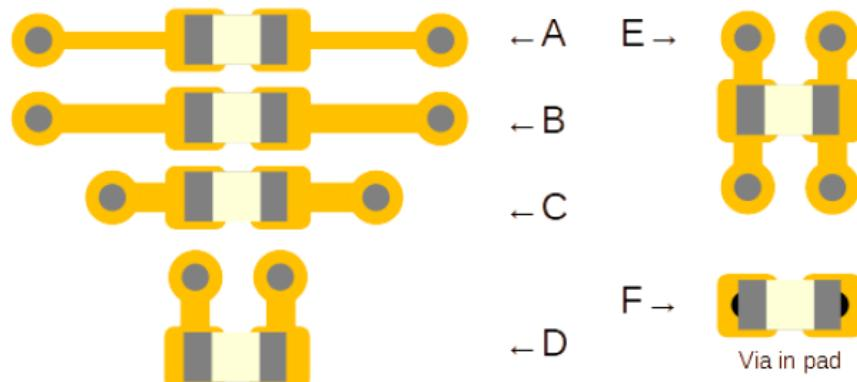

图 4-5 电容与电源层连接关系
6. 电容与内层平面的连接方式如下图所示，从 A 到 F 的布置方式，去耦效果依次递增。电容管脚与电源层之间的过孔数量越多，去耦效果越好，在电容管脚与过孔之间的走线存在电感，会弱化去耦效果，走线越长，电感越大，会使信号回路等效阻抗变大。对于 VIPPO 工艺的 PCB 来说，优先尝试焊盘下打孔。如图 4-5 是集中不同的去耦电容处理方式。